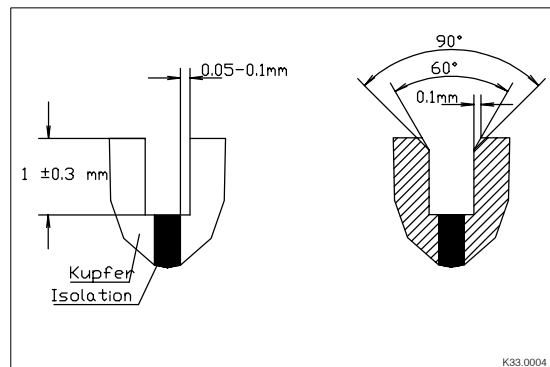

Abb. 5: Ausfräsen der Lamellenisolation am Kollektor
2. Ggf. Lamellenisolation nach Abb. 5 aussägen oder ausfräsen: